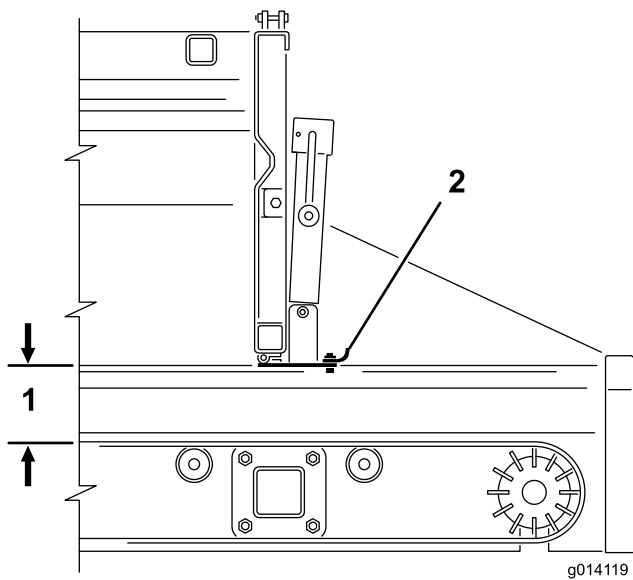

图28
2. 使用千斤顶手柄打开或关闭可调整的尾门部分（图27 和 图28）。这样在使用附件时，可限制物料的流动。